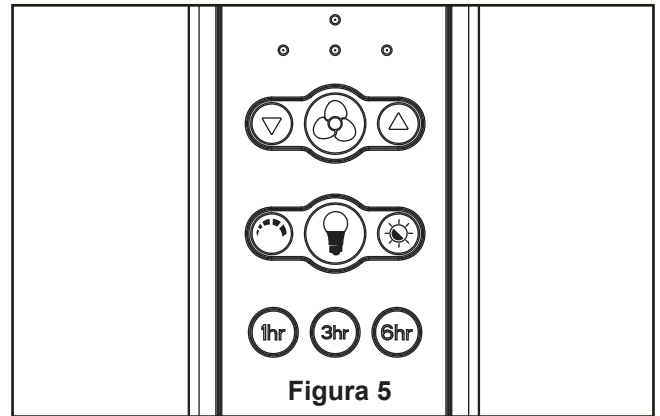

Figura 5
5. Extraiga el tres tornillos del ensamble del kit de iluminación y guárdelos para después. (Figura 5)
5. Funciones del control remoto: (Figura 5)